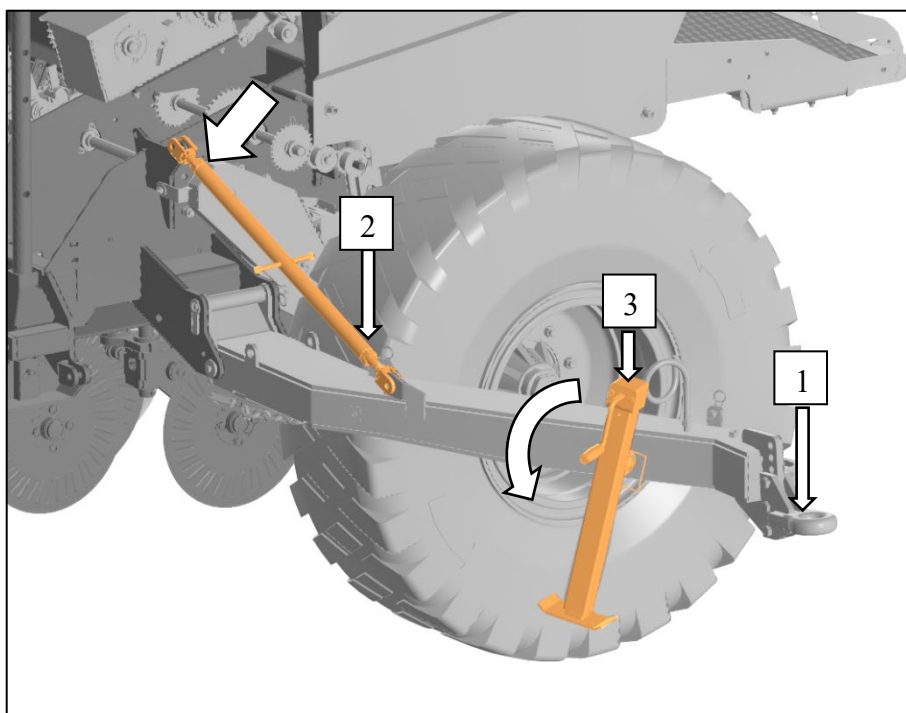

Рисунок 11 – Установка тяги и подножки бокового фаркопа
5. Соединить тягу бокового фаркопа (2) с рамой сеялки. Перевести подножку бокового фаркопа (3) в вертикальное положение, отрегулировать по высоте. Выполнить сцепку трактора с фаркопом боковой транспортировки (1), рис. 11.